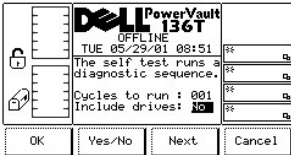

図 114. Service > Library > Exercise > Self Test > Include Drives ダイアログ
- 1 **Next** ソフトキーの下にあるボタンを押すと、リストの次のフィールドはアクティブフィールドになります。図 114 を参照してください。